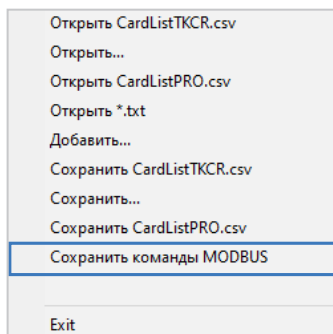

Рис.15. Сохранение команд Modbus.
- Выберите *Главное меню – Меню «Файл» – Сохранить команды Modbus (Рис.15)*.